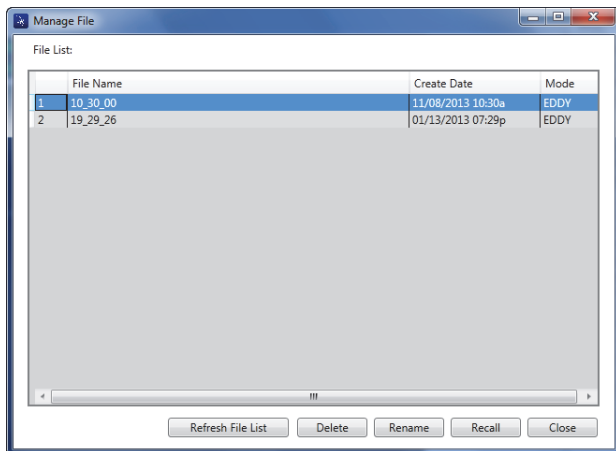

Рис. 6-17 Диалоговое окно Manage File (Управление файлом)
Открывается диалоговое окно **Manage File** (см. Рис. 6-17 на стр. 154).
1. В диалоговом окне **Manage File** (Управление файлом) выберите нужный файл и щелкните **Delete** (см. Рис. 6-17 на стр. 154).
1. В диалоговом окне **Manage File** выберите нужный файл и щелкните **Rename** [Переименовать] (см. Рис. 6-17 на стр. 154).
1. В диалоговом окне **Manage File** выберите нужный файл и щелкните **Recall** [Вызвать] (см. Рис. 6-17 на стр. 154).
- ◆ В диалоговом окне **Manage File** щелкните **Refresh File List** [Обновить список файлов, имеющихся во внутренней памяти прибора на момент обновления.] (см. Рис. 6-17 на стр. 154).